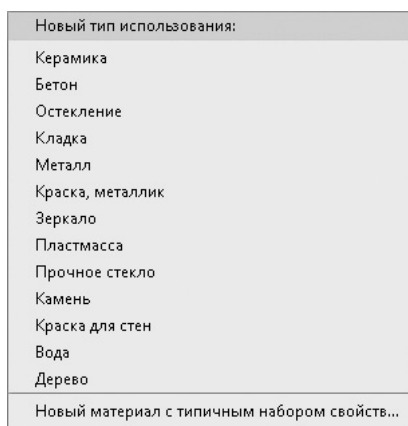

Рис. 12.13. Меню выбора типа создаваемого материала
-  — вызывает меню со списком типов материалов (рис. 12.13).